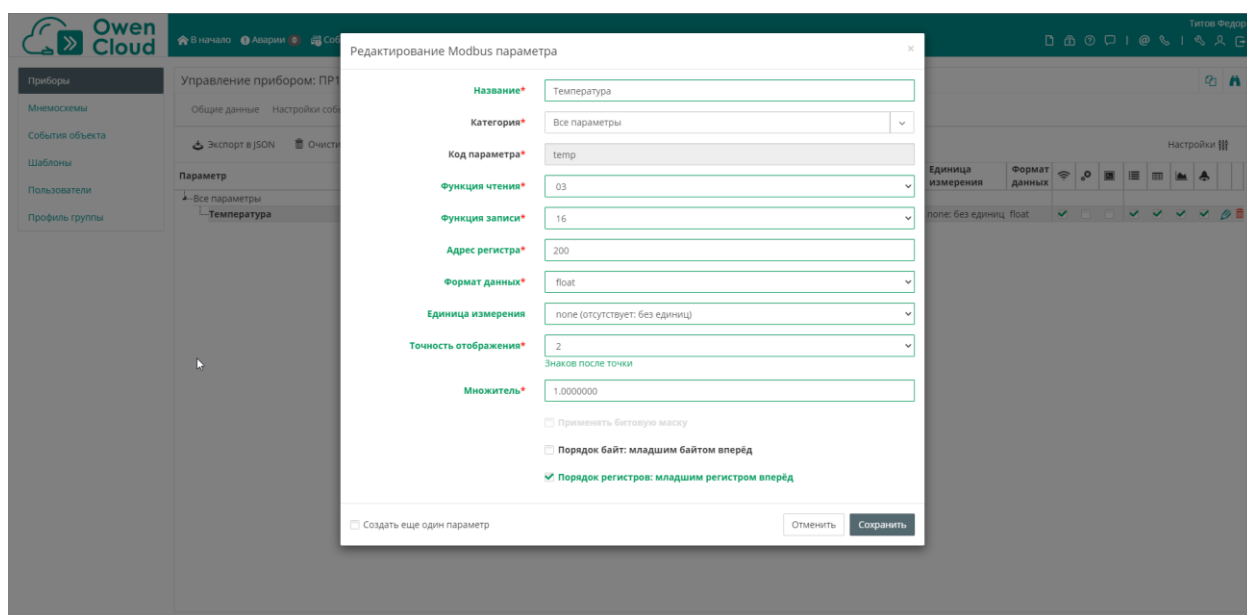

Рис. 5. Настройки параметра в OwenCloud
- код функции = **0x03** (в соответствии с рис. 5);